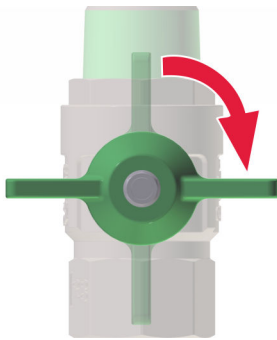

Abb. 33: Hauptabsperrentil schließen
1. ➤ Alle Hauptabsperrentile (Abb. 33) der Frischwarmwasserstation schließen.